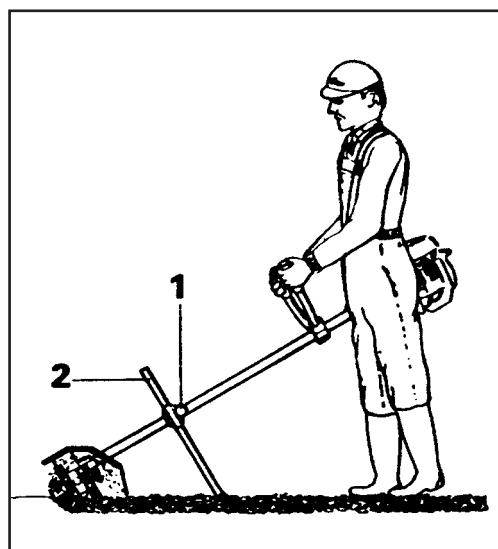

Fig. 4
注意！ - 发动机的使用、调节和保养，请参阅割灌机的使用和保养手册中的说明。刀片2(图4)对于
可毫不费力地完全控制割灌机。使用(图4): 将腰带在身上调节好(请参阅割灌机的使用和保养手册)。
VARNING! - För användningen, inställningar och underhåll på motorn se **anvisningarna angivna i handboken för användning och underhåll**. Förskäret (2, Fig. 4) är nödvändigt för att kontrollera såväl kultivatorn som dess arbetsdjup. En korrekt inställning av förskäret ger dig full kontroll över maskinen utan ansträngning.
ANVÄNDNING (Fig. 4): anpassa selen till din kropp (**se handboken för användning och underhåll av trimmern**). Reglera förskäret (2) med kulgreppet (1). Gå framåt med små steg och flytta kultivatorn framåt och bakåt.